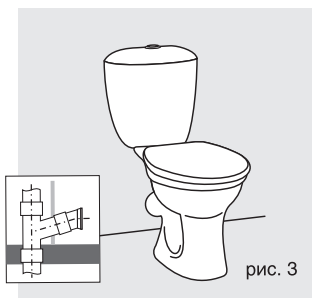

рис. 3
4. Соединение унитаза с канализацией (рис.3)